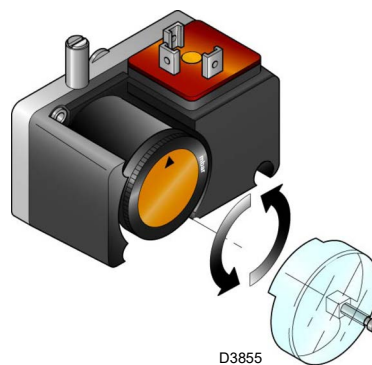

Fig. 31
- Regolare il pressostato gas di minima (Fig. 31 a pag. 34) ad inizio scala.